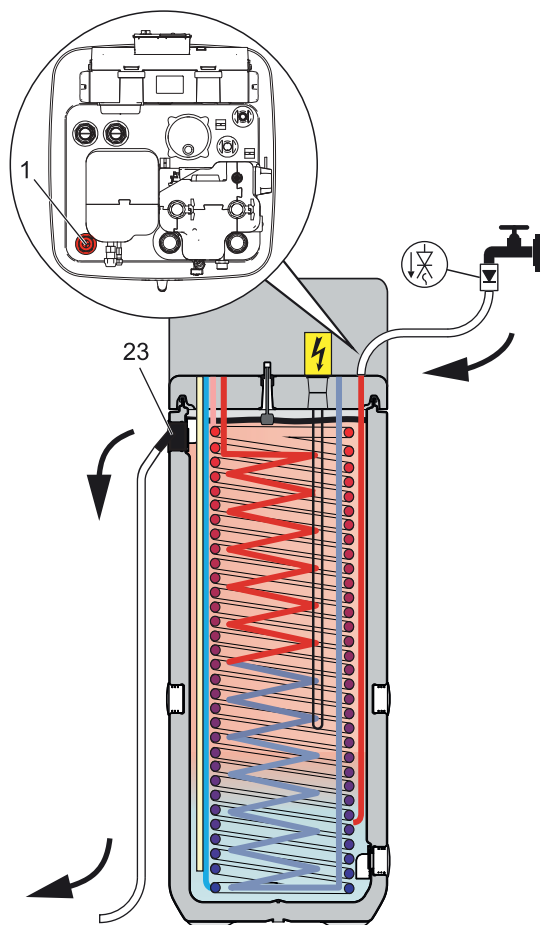

Fig. 7-1 Riempimento accumulo inerziale - senza impianto solare
- Collegare il tubo flessibile di riempimento con valvola di non ritorno (1/2") al collegamento "DrainBack Solar - Mandata" (vedere fig. 7-1, pos. 1).
- Riempire il serbatoio ad accumulo della ROTEX HPSU compact finché l'acqua non esce dal raccordo (fig. 7-1, pos. 23), che è stato collegato come troppopieno di sicurezza.